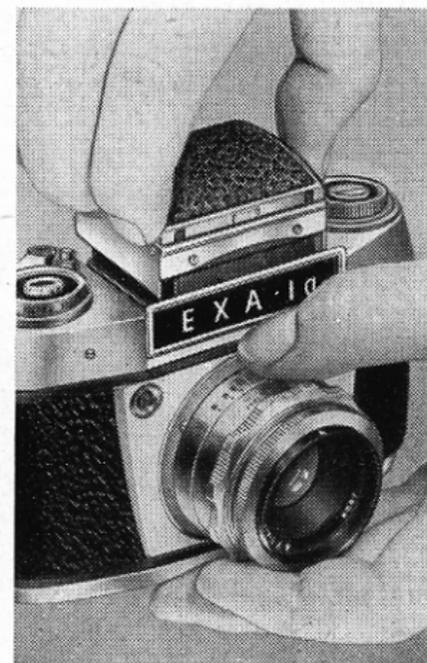

Fig. 15
capuchon de visée (12) le fermer, et le dégager vers le haut avec précaution (Fig. 15). Pour remettre en place le capuchon de vi-